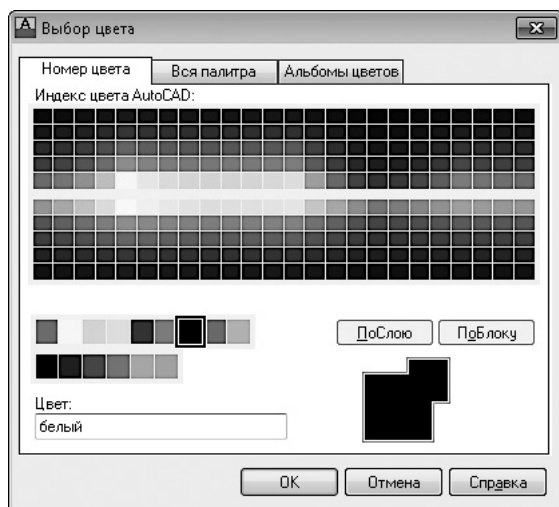

Рис. 2.28. Диалоговое окно Выбор цвета
- Чтобы изменить цвет слоя, щелкните кнопкой мыши на цветном квадратике в столбце **Цвет**. На экране появится диалоговое окно **Выбор цвета** (рис. 2.28).